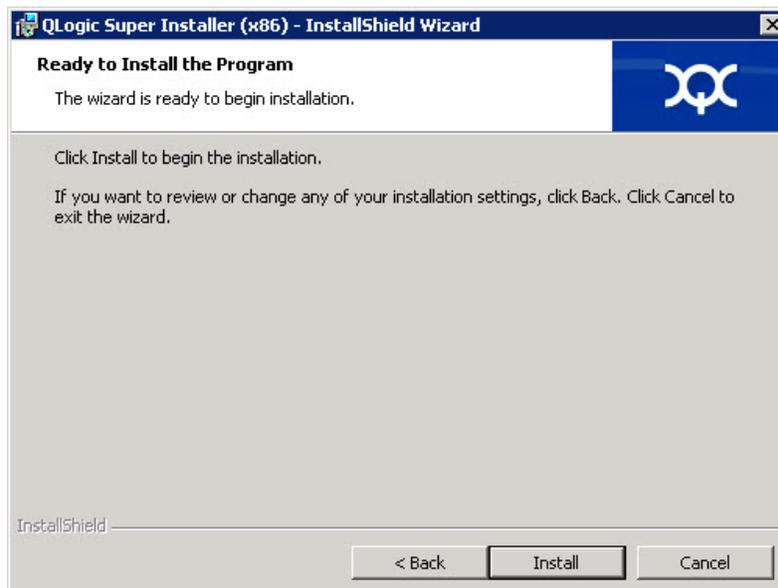

Abbildung 3-6. InstallShield Wizard: Fenster „Ready to Install the Program“ (Bereit zum Installieren des Programms)
7. Klicken Sie im Fenster „Ready To Install“ (Bereit zum Installieren) des InstallShield Wizard (Abbildung 3-6) auf **Install** (Installieren). Der InstallShield Wizard installiert das Installationsprogramm für die QLogic Adapter-Treiber und die Verwaltungssoftware.